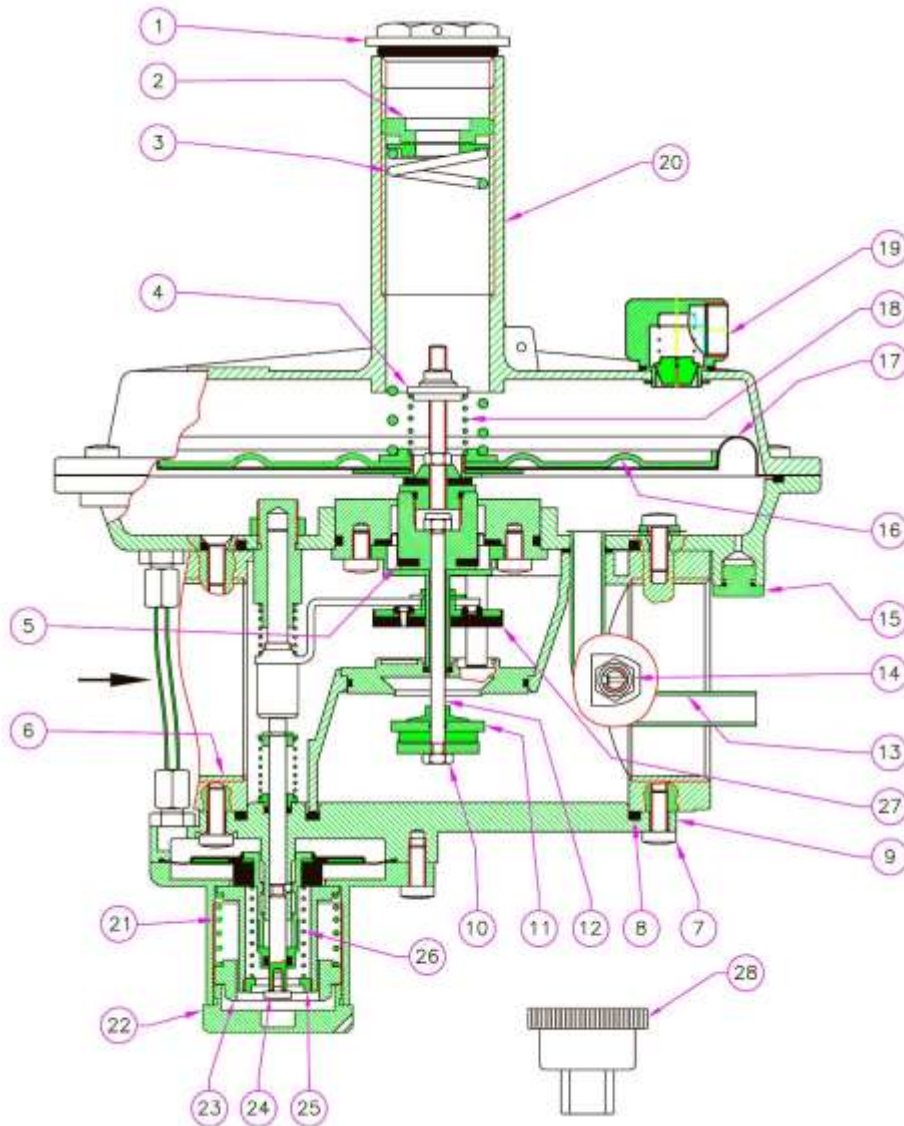

Рис. 1
Регулятор (рис. 1) состоит из: колпачок (1); регулировочный винт настройки выходного давления (2); пружина настройки выходного давления (3); настройка сбросного клапана (4); мембрана компенсационная (5); корпус (6); винт (7); уплотнительное кольцо (8); нижняя крышка (9); гайка (10); обтюратор (11); рабочий шток (12); встроенная импульсная трубка (13); штуцер отбора давления на выходе (14); заглушка отверстия под внешний импульс G 1/4" (15); диск усиления мембраны (16); рабочая мембрана (17); пружина сбросного клапана (18); сбросное отверстие избыточного давления G 3/4" (19); воронка (20); пружина настройки ПЗК по избыточному давлению (21); защитный колпачок (ПЗК) (22); регулировочный винт ПЗК по избыточному давлению (23); рычаг взвода ПЗК (24); винт настройки ПЗК по недостаточному давлению (25); пружина настройки ПЗК по недостаточному давлению (26); затвор ПЗК (27); ключ для настройки ПЗК (28).
Регулятор (рис. 1) состоит из: регулировочный винт выходного давления (1); пружина настройки выходного давления (2); пружина настройки ПСК (3); верхний диск мембраны (4); винты (5); корпус (6); защитный колпачок ПЗК (7); затвор ПЗК (8); нижняя крышка (9); гайка обтюратора (10); корпус отсека мембраны (11); компенсирующая мембрана (12); пружина возврата штока ПЗК (13); рабочая мембрана ПЗК (14); пружина настройки ПЗК по избыточному давлению (15); регулировочный винт ПЗК по избыточному давлению (16); настройка минимального предела ПЗК (17); регулировочный винт ПЗК по недостаточному давлению (18); пружина настройки ПЗК по недостаточному давлению (19); воронка (20); шток обтюратора (21); обтюратор (22); штуцер измерения давления на выходе (23); рабочая мембрана (24); антипылевой колпачок, сбросное отверстие избыточного давления G1/4" (25); винт настройки ПСК (26); защитный колпачок (регулятора) (27); ключ для настройки ПЗК (28).